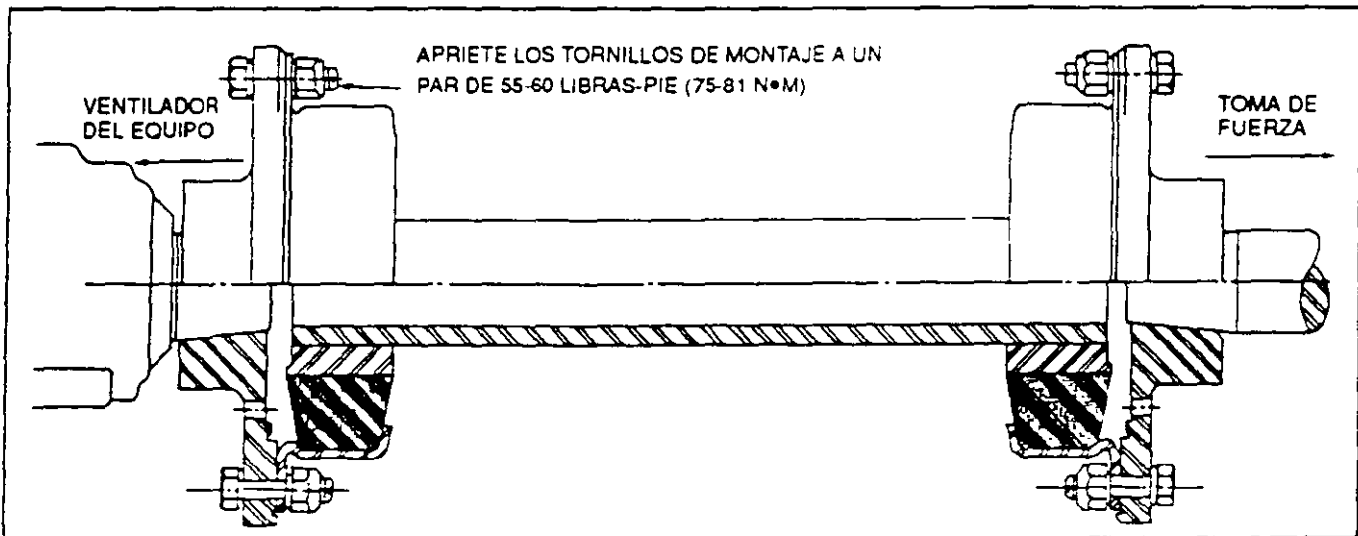

FIG. 40. INSTALACION DEL ACOPLAMIENTO. E-27094B-S
- g. Instale el acoplamiento impulsor (Fig. 40). Apriete los tornillos de montaje de acoplamiento de 55-60 libras/pié (75-81 N•m).
- b. Instale el acoplamiento impulsor (Fig. 40). Apriete los tornillos de montaje del acoplamiento a un par de 55 a 60 libras/pié (75-81 N•m).